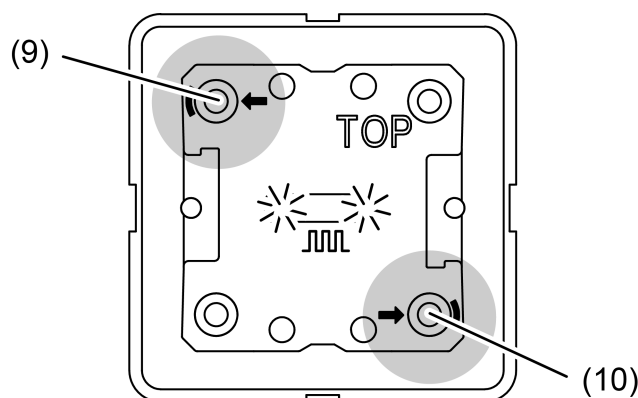

Figure 6: Touches pour l'activation du mode de programmation
- Activer le mode de programmation : maintenir la touche en haut à gauche (9) enfoncée. Appuyer ensuite sur la touche raccordée en bas à droite (10) (Figure 6). Les LED d'état clignotent rapidement (env. 8 Hz). Le mode de programmation est activé.
- Appuyer sur la touche en haut à gauche et en bas à droite (Figure 6) et les maintenir enfoncées.
- Appuyer sur la touche en haut à gauche et en bas à droite (Figure 6) et les maintenir enfoncées pendant > 5 secondes.